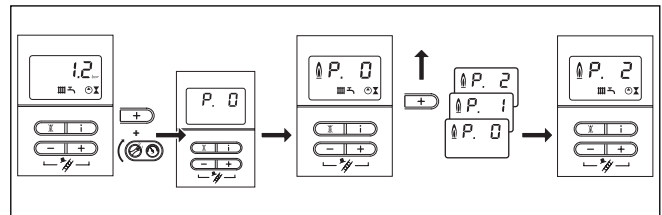

Abb. 6.8 Minimalen kW-Wert einstellen (P.2)
- Drücken Sie die Taste „+“ des Displays und schalten Sie bei gedrückter Taste „+“ den Hauptschalter auf „I“ (siehe Abb. 6.8 Minimalen kW-Wert einstellen).
- Drücken Sie die Taste „i“, um das Prüfprogramm zu starten. Das Gerät geht jetzt auf die Minimalgasmenge. Die Anzeige wechselt zwischen „P.2“ und dem aktuellen Anlagenfülldruck (siehe Abb. 6.8 Minimalen kW-Wert einstellen).